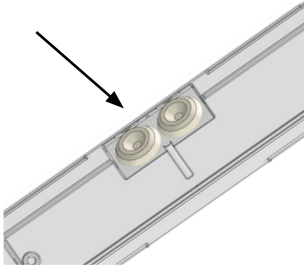

Bild 1
- Würgenippel montieren und die Anschlussleitung(en) durch die Membran stoßen und in die Leuchte einführen (Bild 1). Zulässige Leitungen: $3 \times 0,5 - 2,5 \text{ mm}^2$.